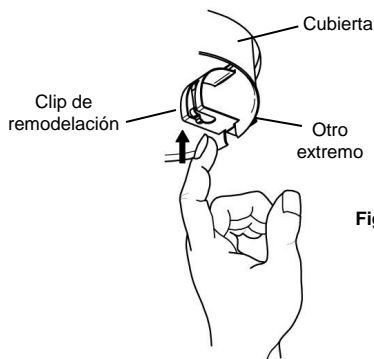

Fig. 5
2. Cuando la cubierta esté casi completamente insertada, empuje los clips de remodelación a través de la abertura de la ranura en "I". (Fig. 5)